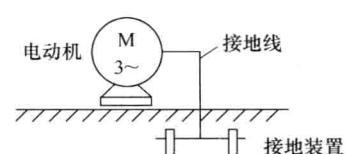

图 1-7 强电设备的接地
3) 在强电设备中，常常将设备的外壳与大地连接，当设备绝缘性能变差而使外壳带电时，可迅速通过接地线泄放到大地，从而避免人体触电，如图 1-7 所示。